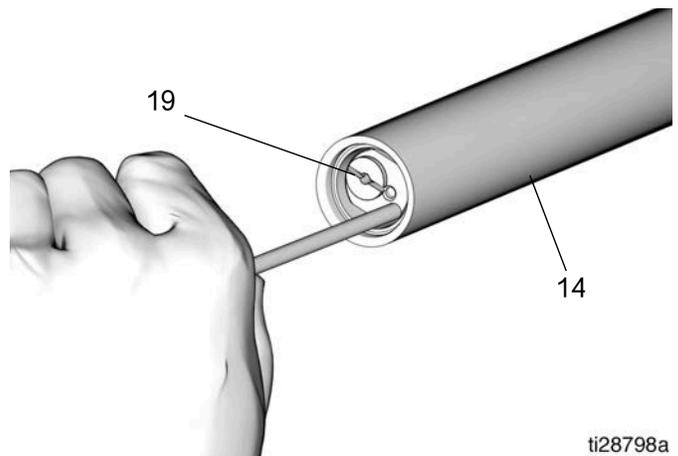

图 28
3. 使用光滑的长黄铜或铝杆，无锐边和毛刺，将止回阀组件 (19) 推入出口管 (14) 就位 (图 28)。